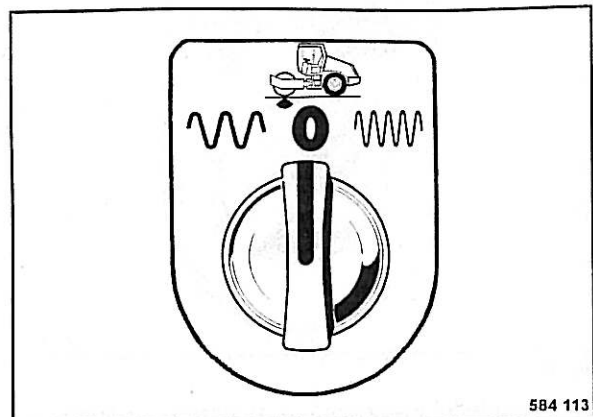

Fig. 44
- Con el conmutador giratorio (Fig. 44) hay que preseleccionar la amplitud/frecuencia.